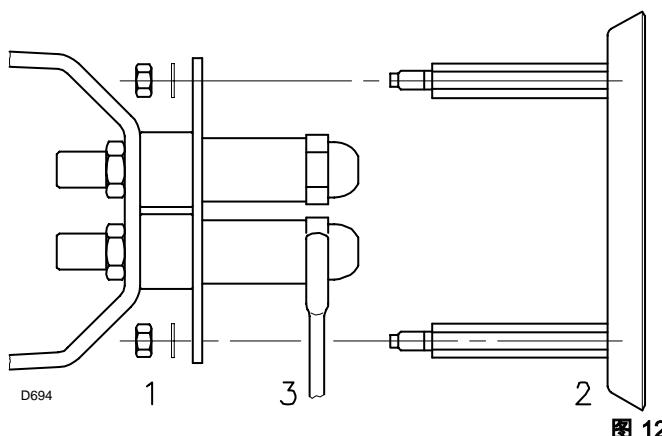

图 12
- 按第 11 页图 (7) 所示，将燃烧器沿滑杆取下。
- 取下螺母 1)(图 12) 和稳焰盘 2)。
- 使用扳手 3)(图 12) 更换喷嘴。